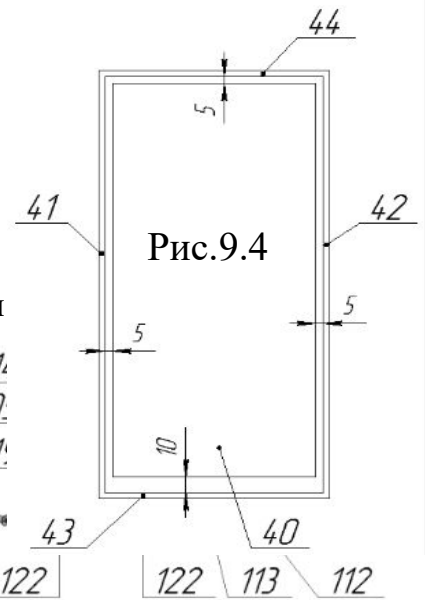

Рис.9.4
**Шайбу подложить под головку винта.** Привести кровать в вертикальное положение. Последующей регулировкой щитов обеспечить зазоры между стенками короба поз.41,42, верхней панелью поз.44 и щитами декоративными поз.40 и 40А — 5 мм (рис.9.4 и 29), между панелью нижней поз.43 и щитами декоративными поз.40 и 40А— 10 мм (рис.9.4 и 29). Регулировку щитов произвести следующим образом: привести кровать в горизонтальное положение, ослабить винты М6х13 поз. 38 (рис.9.3). Сместить декоративные щиты в необходимом направлении. Затянуть винты М6х13 поз. 38. При необходимости повторить операцию выравнивания.